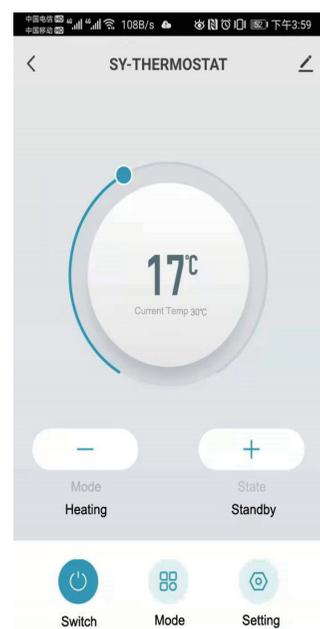

Рисунок 6
6. Нажмите "Готово", и теперь вы можете управлять своим термостатом через приложение (рис. 6).